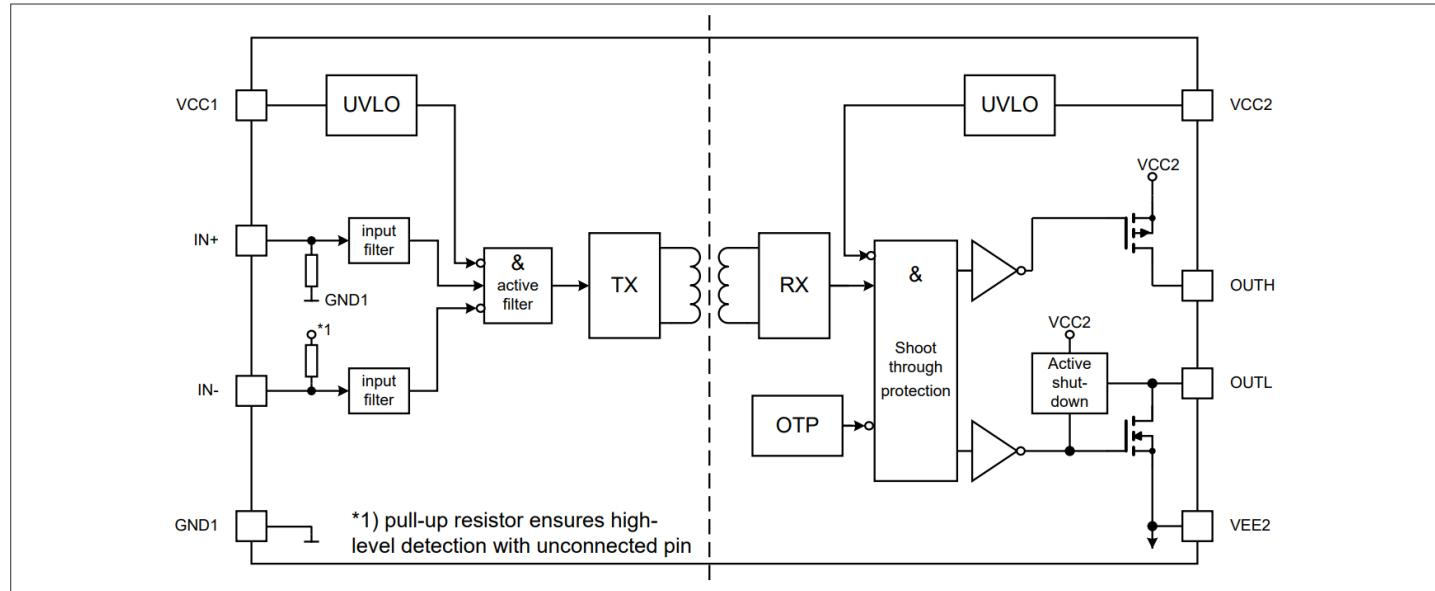

图 2 具有独立灌电流和拉电流引脚器件的框图 (1ED3140、1ED3141 和 1ED3142)
- **IN+**：驱动器输出的同相控制信号。内部滤波器可有效抑制 **IN+** 上的噪声。如果该引脚处于开路状态，内部弱下拉电阻会将该引脚拉至低电平状态，如图 2 所示。
- **IN-**：驱动器输出的反相控制信号。内部滤波器可有效抑制 **IN-** 上的噪声。如果保持开路，内部弱上拉电阻会将该引脚拉至高电平状态，如图 2 所示。